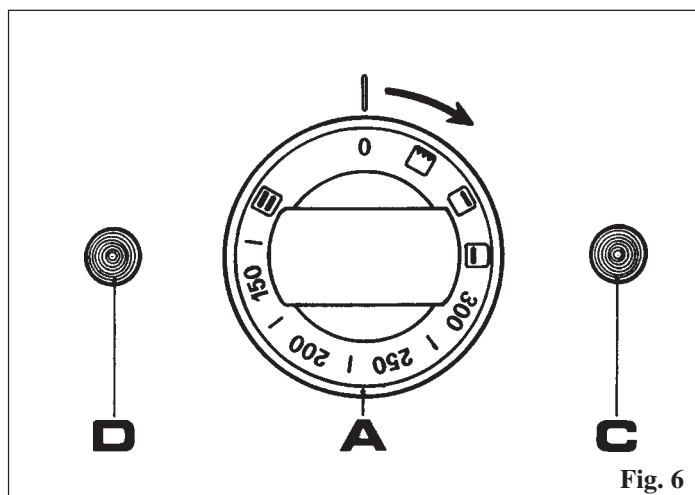

Fig. 6
- Girare la manopola (Pos. A - Fig. 6) in senso orario impostando la temperatura desiderata.
- L'accensione della spia arancione (Pos. C - Fig. 6) indica l'entrata in funzione del termostato e quindi che il forno sta richiedendo calore; quando all'interno della camera di cottura viene raggiunta la temperatura desiderata corrispondente a quella impostata nella manopola (Pos. A - Fig. 6) la spia arancio si spegne e si possono quindi introdurre nel forno gli alimenti da cuocere.